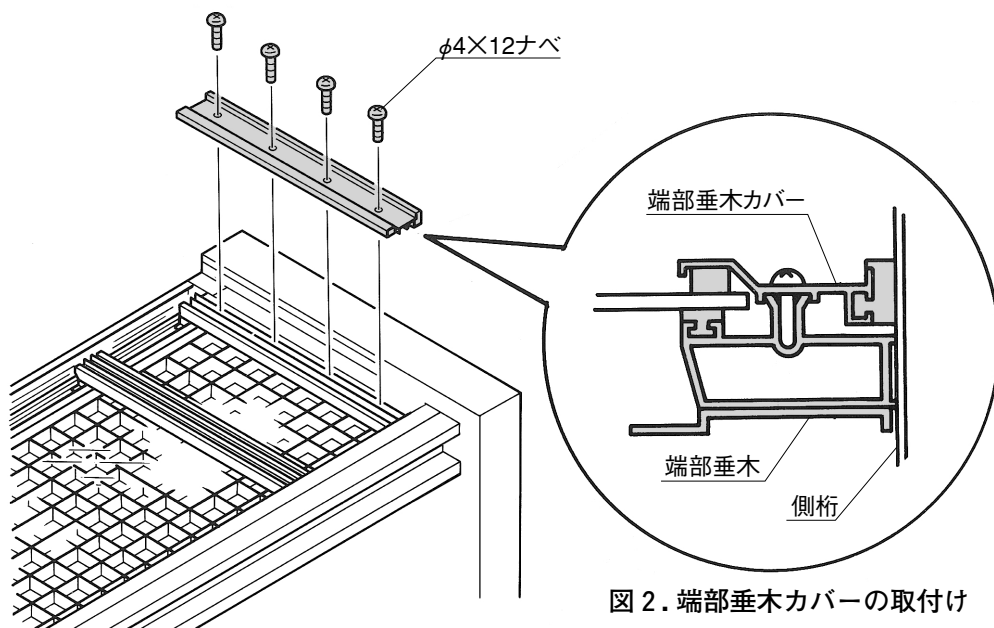

図2. 端部垂木カバーの取付け
- ④ 端部垂木カバーを(図2参照)φ4×12ナベ4本で止め付けてください。